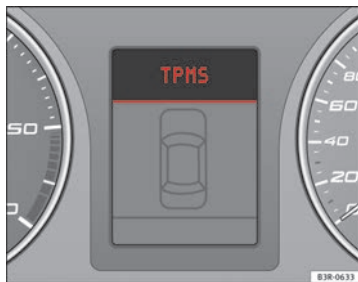
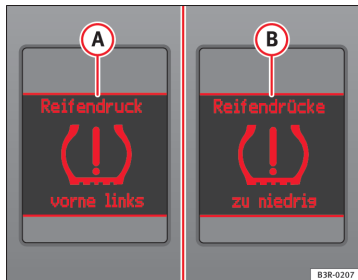

Abb. 46 Display: Systemstörung
Abb. 47 Display: Warnmeldung mit Warntext
Die gelbe Kontrollleuchte (L) leuchtet dauerhaft, wenn eine Systemstörung vorliegt oder wenn der Reifenfülldruck an mindestens einem der Reifen zu niedrig ist. Bei einer Systemstörung wird TPMS im zentralen Display des Kombiinstrumentes angezeigt ⇒ Abb. 46. Sobald ein abrupter Reifendruckverlust eintritt, wird am Mitteldisplay des Kombiinstrumentes die Meldung (A) ⇒ Abb. 47 eingeblendet. Wenn ein langsamer Reifendruckverlust eintritt, wird am Mitteldisplay des Kombiinstrumentes die Meldung (B) ⇒ Abb. 47 eingeblendet. Diese Meldung gibt nicht den jeweils betroffenen Reifen an. Wenn dies geschieht: